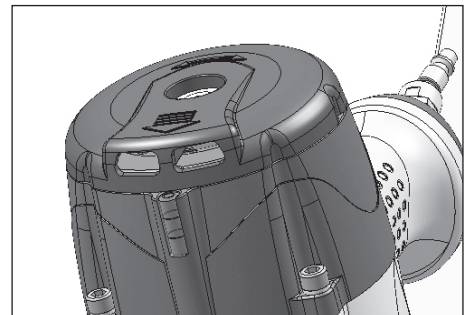

Figura 23 - Nivel de burbuja
6. Quite la clavadora de la superficie de trabajo. El WCE debe volver a su posición original hacia abajo. Tire del gatillo (ver Figura 23). La clavadora **NO DEBE FUNCIONAR**. No use la herramienta si funciona mientras no está apoyada sobre la superficie de trabajo. Pueden ocurrir lesiones personales.